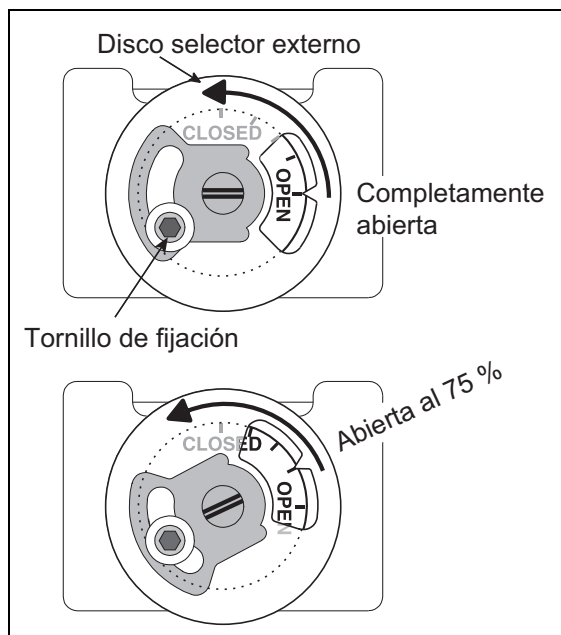

Figura 4.8. Ajuste de la válvula manual de mariposa
1. Ajuste la válvula manual de mariposa de gas para que quede abierta al 75 %. Consulte la figura 4.8.